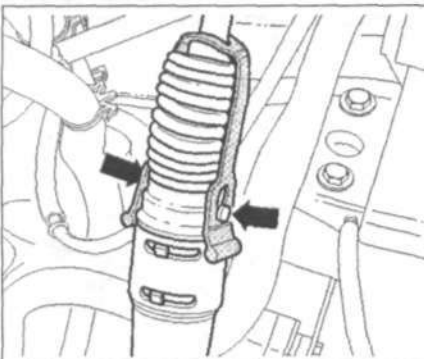

Рис. 8.9. Закрепите ушки стяжной ленты на пальцах регулировочного механизма (стрелки).
6. Закрепите ушки стяжной ленты на пальцах регулировочного механизма (стрелки) (рис. 8.9).